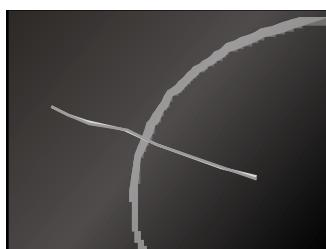

Fig. 10
- El estropajo de acero, las esponjillas de limpieza y los productos en polvo rayan la superficie. Los sprays para hornos no son adecuados porque son agresivos y atacan la placa, fig. 10.